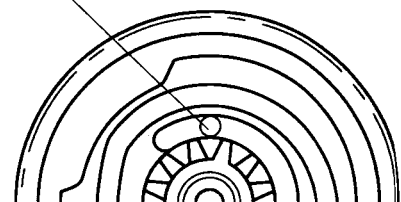

Abb. 2-23-3
- ① Den Freigabehebel der Hauptbremsen so installieren, daß die Führungsnocken in die dafür vorgesehene innere Nut des Hauptgetriebes J eingeführt wird. (Siehe Abb.2-23-3)
- ② Die Hauptbremse (TU) und die Hauptbremsenfeder J(TU) installieren. (Siehe Artikel 2-16)
- ③ Die Hilfsbremse (TU), den Hilfsausschalthebel und die Hilfsfeder (TU) installieren. (Siehe im Artikel 2-16)
- ④ Die Hilfsbremse (SP) und die Hilfsfeder (SP) installieren (Siehe Artikel 2-14).
- ⑤ Das Kassettengehäuse installieren (Siehe Artikel 2-1).